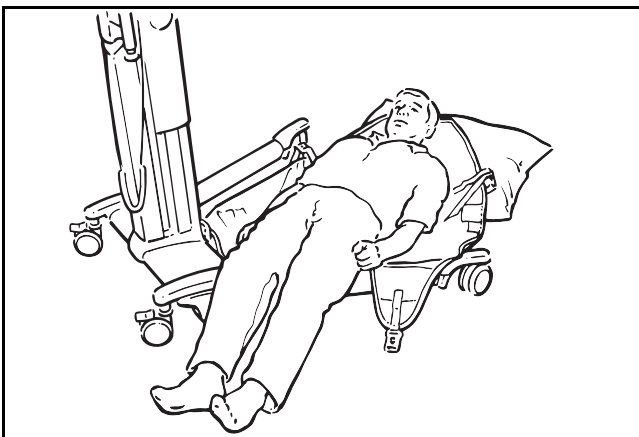

Fig. 32
Coloque a funda em volta do paciente, virando ou sentando o paciente. Abra as pernas do chassi primeiro e depois aproxime-se e coloque as pernas do paciente sobre o chassi como mostrado na Fig. 32.
**CUIDADO:** Enquanto o paciente está posicionado sobre as pernas, como mostrado na Fig. 32, NÃO opere os controlos ajustáveis das pernas do chassi.